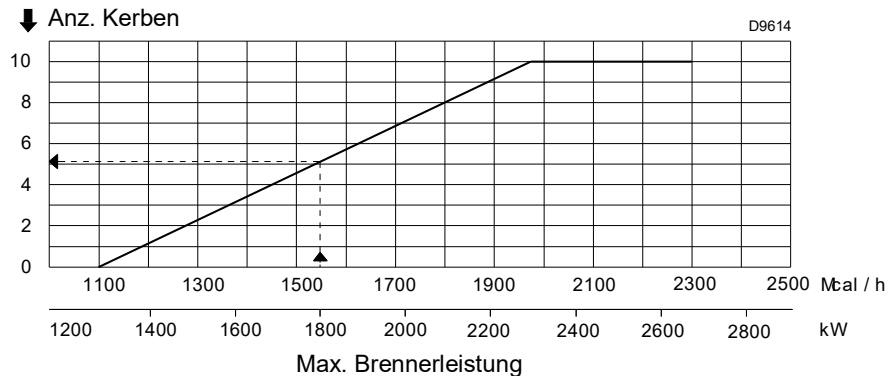
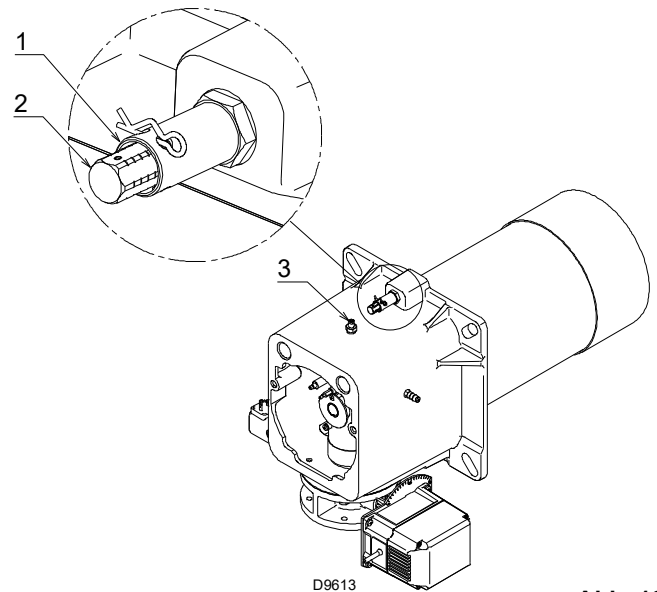

Abb. 17
Abb. 18
Finden Sie im Diagramm (Abb. 17) die Kerbe, auf die die Schraube 2)(Abb. 18) eingestellt werden muss.
► Drehen Sie die Schraube 2)(Abb. 18) bis die gefundene Kerbe mit der Vorderseite 1) des Flansches übereinstimmt.
Lösen Sie, um die Einstellung zu erleichtern, die Schraube 3)(Abb. 18), nehmen Sie die Einstellung vor und ziehen Sie sie dann wieder fest.
Aus dem Diagramm von (Abb. 17) geht hervor, dass die Einstellungen für Gas und Luft bei dieser Leistung an Raste 5 vorgenommen werden.